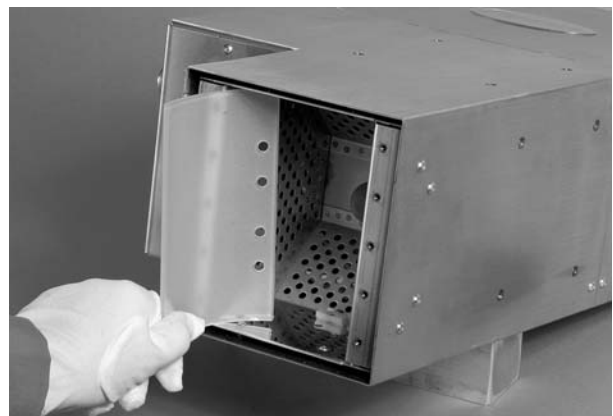

Figura 4-4 Deslocação dos refletores para fora da cabeça de lâmpada
4. Consulte a figura 4-4. Desloque cuidadosamente os dois refletores para fora da base da cabeça de lâmpada.